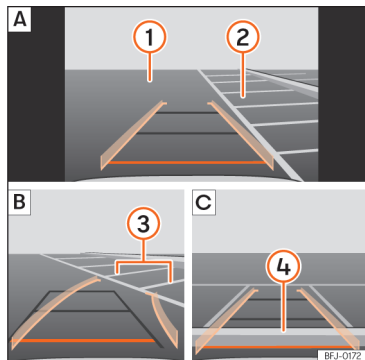

Рис. 162 Екран мультимедійної системи: паркування за підтримки камери заднього огляду.
Пояснення >>> **рис. 162:**
- Поставте автомобіль перед місцем для паркування >>> **рис. 162 2 A**.